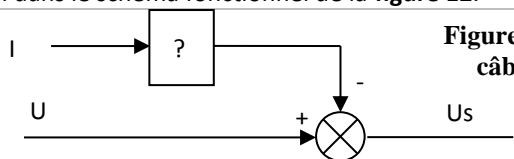

Figure 13 : câble
**Q1** Montrer que le schéma fonctionnel de la partie « Câble » peut se mettre sous la forme de la **figure 13**.